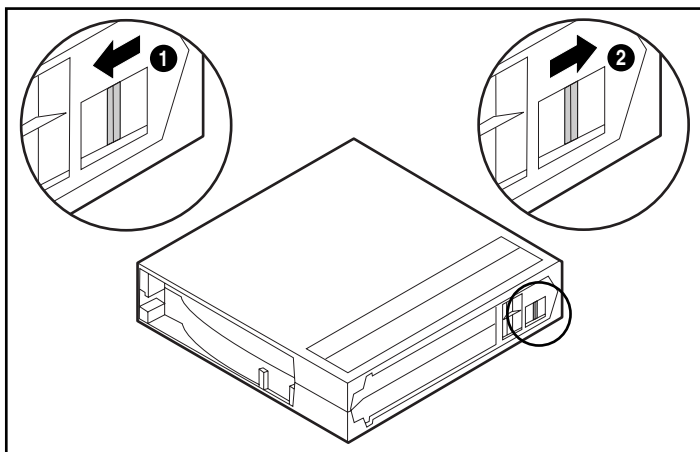

Figura 3-3. Conmutador de protección contra escritura del cartucho
El cartucho dispone de un conmutador de protección contra escritura para evitar la pérdida accidental de datos. Antes de cargar el cartucho en la unidad, coloque delante de él el conmutador de protección contra escritura. La Figura 3-3 muestra el uso del conmutador de protección contra escritura. Si mueve el conmutador a la izquierda ❶, el cartucho queda protegido contra escritura; si lo mueve a la derecha ❷, se puede escribir.